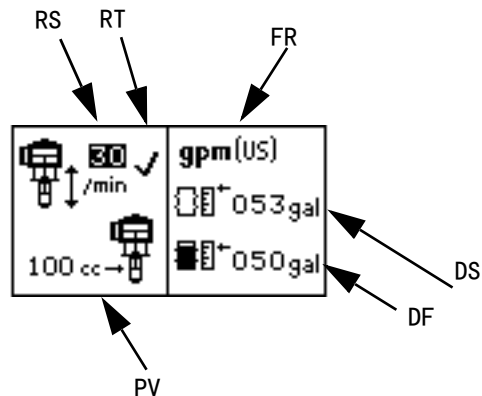

图 22：设置屏幕 1
使用设置屏幕 1 设置防空打循环次数 (RS)、启用 / 禁用防空打保护 (RT)、选择每循环泵容积 (PV)、选择流量单位 (FR)、输入料桶尺寸 (DS) 及输入料桶容积 (DF)。参见图 22。
当防空打保护启用 (RT) 时，3 将在设置屏幕上显示。参见图 22。
若需禁用防空打监控功能，转至设置模式并将防空打值设为 0 (零) 或切换为 (RT) 关闭。参见图 22。